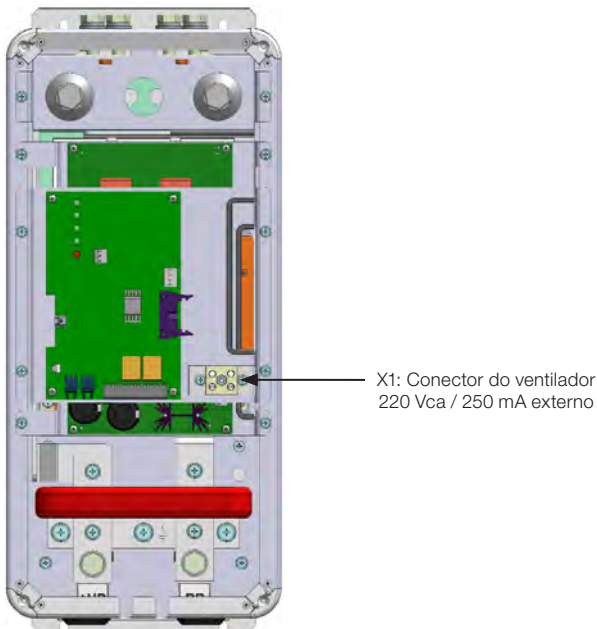

Figura 3.8: Conector X1
- X1: Entrada de alimentação auxiliar para ventilador (220 Vca / 250 mA), ver figura 3.8.